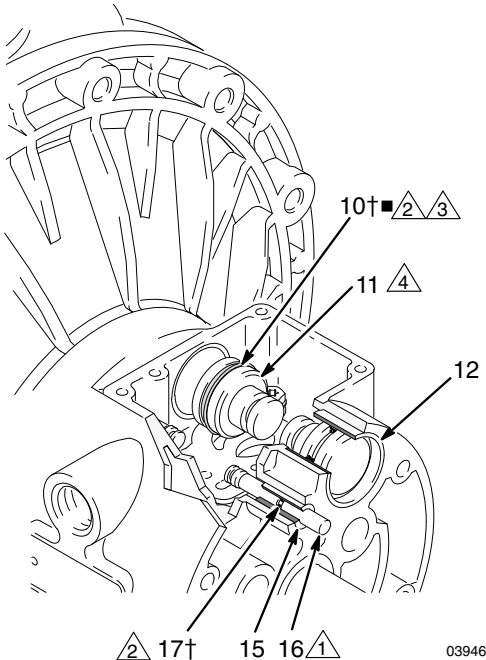
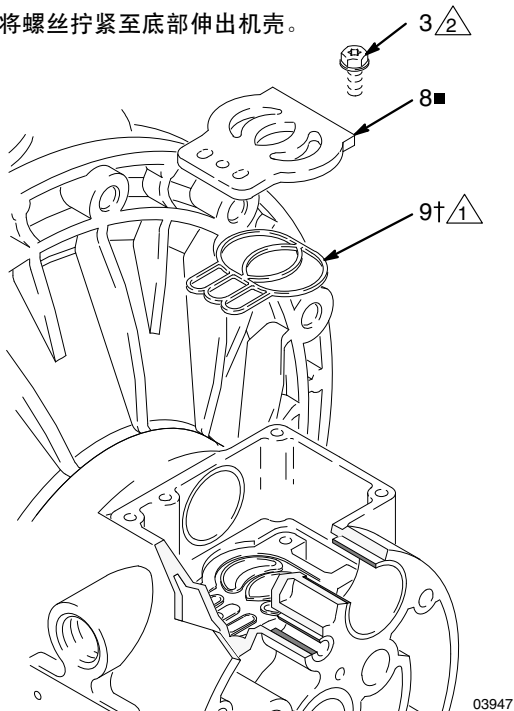

图 8
图 9
4. 将两个传动器活塞 (11) 从轴承 (12) 中拉出。从活塞中卸下 U 形环垫圈 (10)。将导向销 (16) 从轴承 (15) 中拉出。从导向销中卸下 O 形圈 (17)。参见图 8。
5. 检查阀板 (8) 情况。如果受损，应使用梅花头 (T20) 螺丝刀或 7 毫米 (9/32 英寸) 套筒扳手卸下三个螺钉 (3)。卸下阀板 (8) 以及铝芯外壳型号上的封条 (9)。参见图 9。
6. 检查轴承 (12, 15) 情况。参见图 8。轴承带有锥度，如果已损坏，必需从外侧卸下。这需要拆卸流体部分。参见第 22 页。
2. 在铝质中心壳体型号上, 将阀板密封 (9) 装入阀孔底部的沟槽中。密封件插入沟槽时圆边必须朝下。参见图 9。
3. 将阀板 (8) 安装到机孔内。在铝芯外壳型号上, 阀板可以翻转, 因此任何一面均可朝上。使用梅花头 (T20) 螺丝刀或 7 毫米 (9/32 英寸) 套筒扳手上三个螺钉 (3)。将螺丝拧紧至底部伸出壳体。参见图 9。
4. 在每个导向销 (16) 上安装一个 O 形圈 (17)。
润滑导向销和 O 形圈。将导向销插入轴承 (15), 窄头先入。参见图 8。
5. 将 U 形环垫圈 (10) 安装到各传动器活塞 (11) 上, 以使垫圈唇缘朝向活塞的窄端。参见图 8。
6. 润滑 U 形环垫圈 (10) 和传动器活塞 (11)。将传动器活塞插入轴承 (12), 宽头先入。露出活塞窄端。参见图 8。